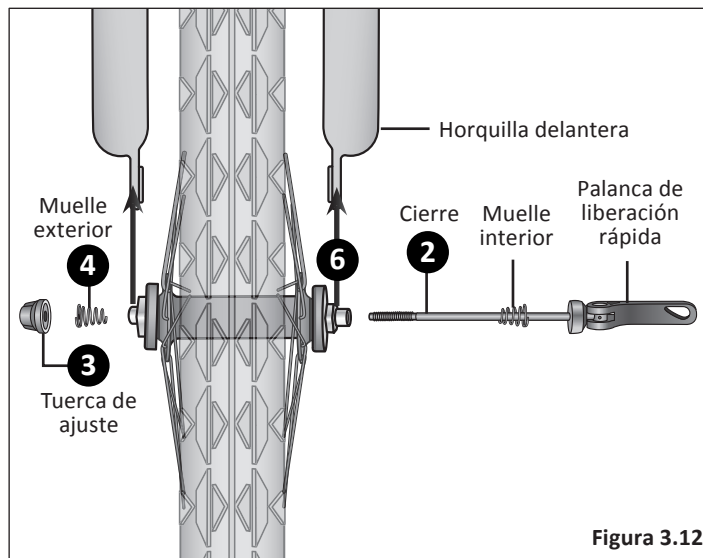

Figura 3.12
- 2 Localice el cierre entre las piezas pequeñas de la caja de su bicicleta. **Figura 3.12**